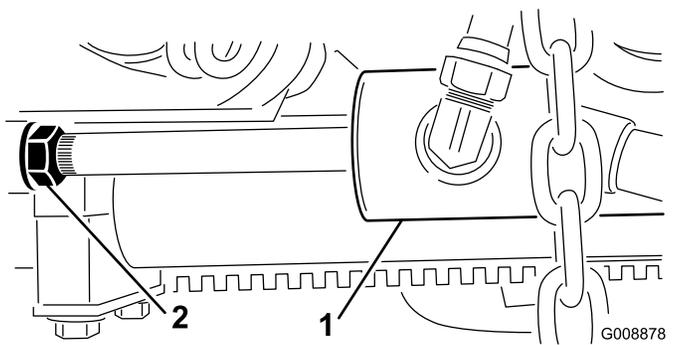

図 29
2. 昇降シリンダのロッドのジャムナットをゆるめる 図 29。